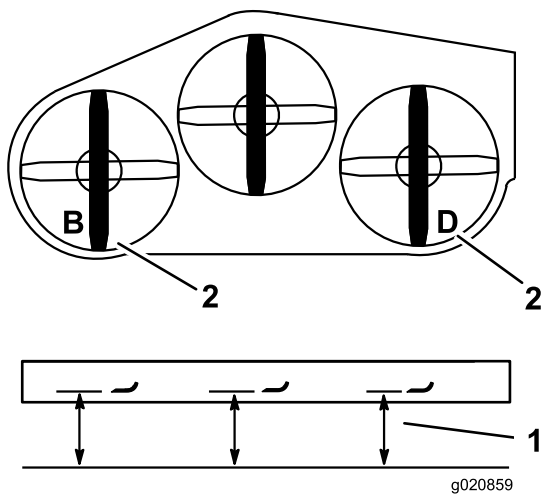

Figure 85
2. Mesurez et notez la distance au point **B** entre la surface plane et le tranchant de la pointe de la lame gauche (Figure 85).
3. Mesurez et notez la distance au point **D** entre la surface plane et le tranchant de la pointe de la lame droite (Figure 85).
Remarque: La mesure au point **B** doit être égale à 3 mm (1/8 po) près à la mesure au point **D** (Figure 85). Si ce n'est pas le cas, passez aux opérations suivantes.